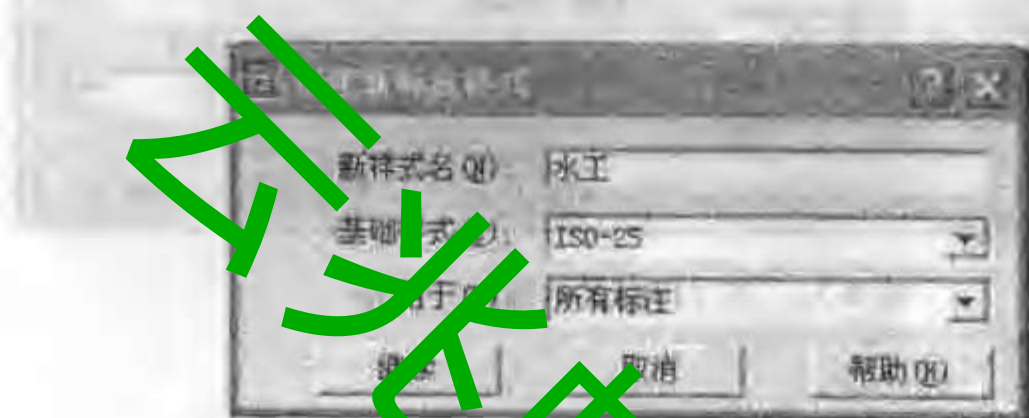

图 2-30 创建新尺寸标注样式对话框
(2)新建(New):新建标注样式。选择“新建(New)”,出现尺寸标注的样式对话框如图 2-30 所示,输入名称及参考的标注样式,单击“继续(Continue)”按钮,弹出新的尺寸标注样式设置对话框(New Dimension Style),可进行新的标注样式设置。
在尺寸标注样式管理器对话框中单击“新建(New)”,弹出创建新标注样式对话框如图 2-30 所示。